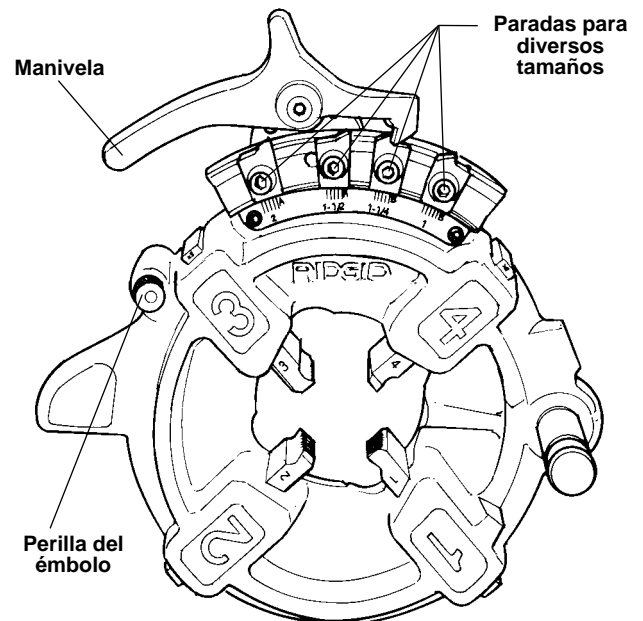

Figura 13 – Cabezal de Terrajas Semiautomático
Cabezal de terrajas Semiautomático (Figura 13) – Cuando el extremo del tubo que se rosca se encuentra al ras con el borde de la terraja número 1, golpee la manivela del cabezal de terrajas para que las terrajas suelten el tubo.
El Cabezal de Terrajas Semiautomático para roscas a mano derecha (Figura 13) necesita cuatro juegos de terrajas para roscar tubería desde 1/8 hasta 2 pulgadas. Se precisa un juego de terrajas para cada una de las siguientes gamas de tamaño: (1/8 pulg), (1/4 y 3/8 pulg), (1/2 y 3/4 pulg) y (1 a 2 pulg). Para roscar pernos se necesita un juego distinto de terrajas para cada tamaño de perno.
1. Baje la manivela para que la placa de levas descanse (Figura 13 - Cabezal de terrajas Modelos 816 y 817) contra la parada, (como se muestra).